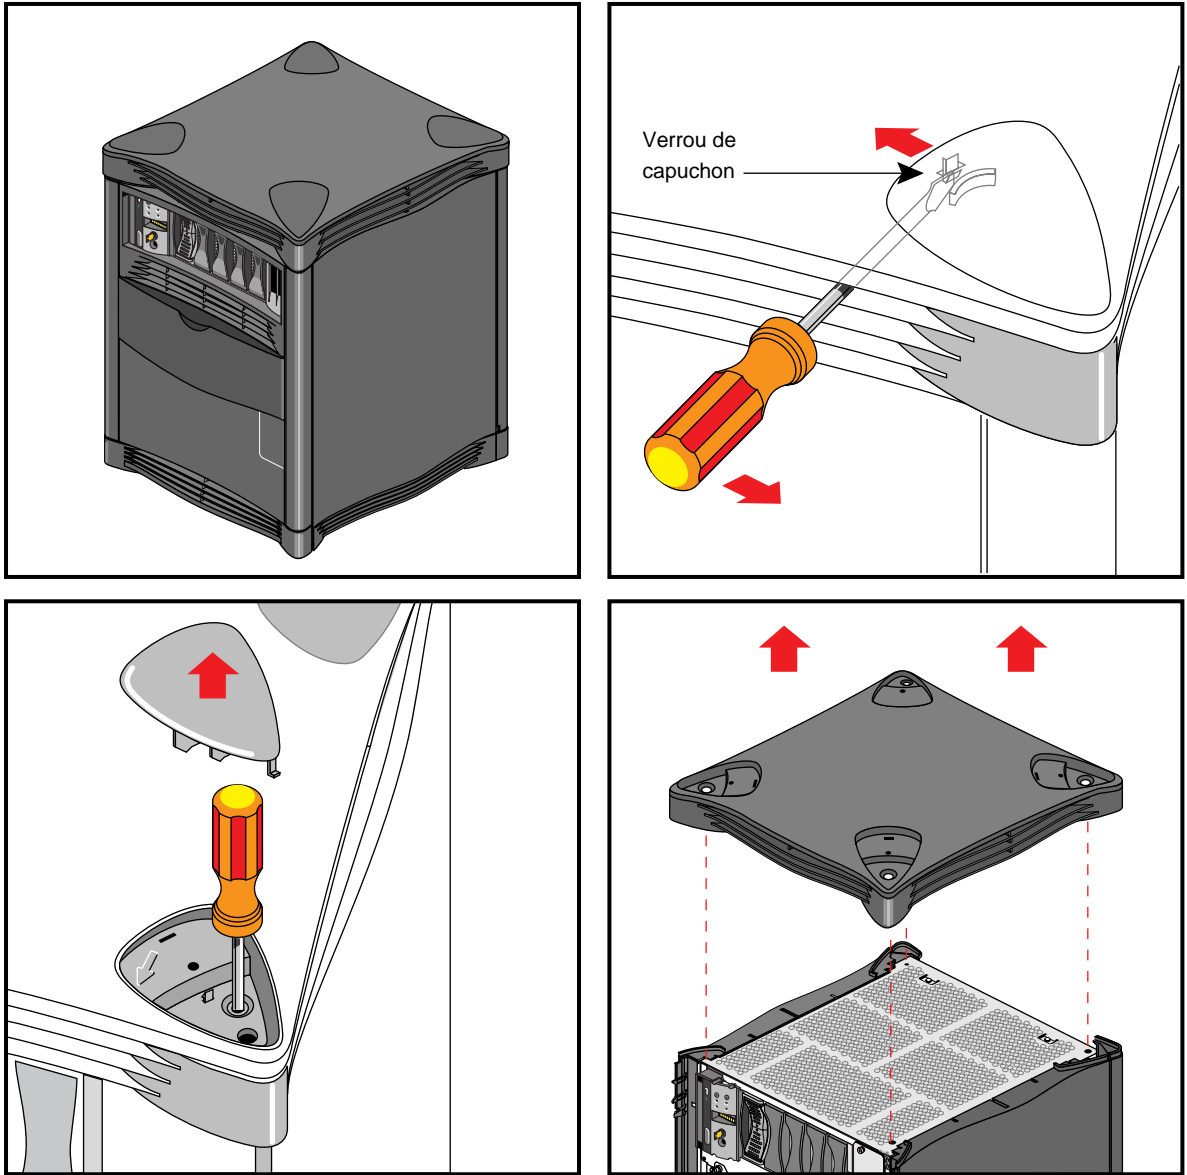

Figure 3-3 Retrait du capot supérieur
4. Pour retirer le capot supérieur, vous devez préalablement retirer les quatre "capuchons" situés dans les angles, à l'aide d'un tournevis (voir Figure 3-3).